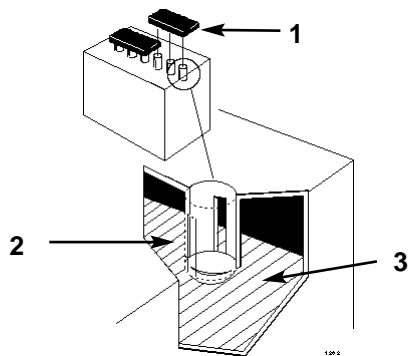

Bild 38
2. Die Zellendeckel abziehen, um in die Zellen sehen zu können. Der Flüssigkeitsstand muß die Unterseite des Rohrs erreichen (Bild 38). Den Säurestand nicht unter die untere Linie fallen lassen (Bild 38).
2. Die Zellendeckel abschrauben (Bild 38).
3. Langsam destilliertes Wasser in jede Zelle gießen, bis der Flüssigkeitsstand die OBERE Linie am Batteriegehäuse erreicht (Bild 38).